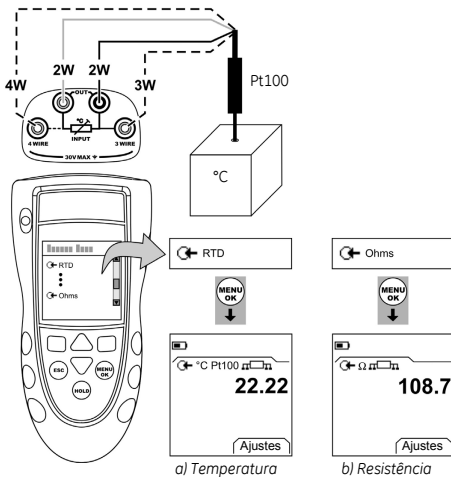

Figura 1: Exemplo de configuração - Medir os valores de temperatura ou resistência de um RTD
1. Conecte o instrumento (Figura 1) e, se necessário, ajuste o *Conf.* (Tabela 1).